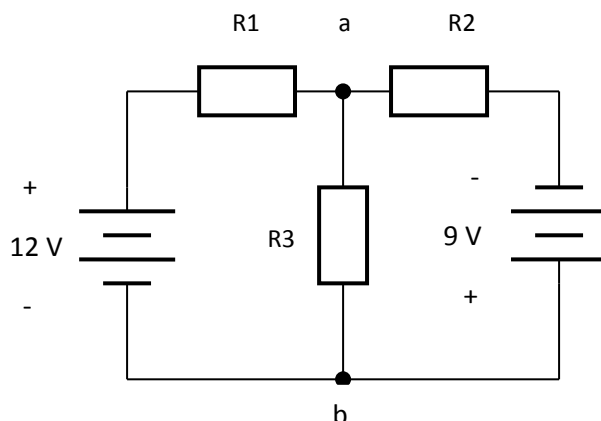

Figura 1. Circuito para comprobar el teorema de superposición.
1. Monte el circuito de la Figura 1 en la protoboard.